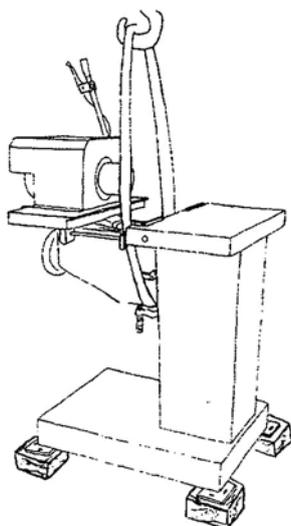

Abb. 4: Transport LLB 30
Schritt 2: Ein Seil am Kranhaken und an den entsprechenden Punkten der Maschine befestigen (siehe Abb. 4). Um zu vermeiden, dass die Seile den Lack verkratzen, ist es zweckmäßig Lappen zwischen der Maschine und den Seilen zu legen.